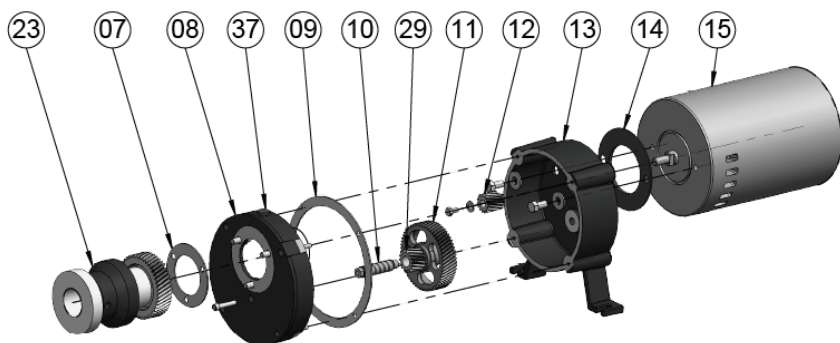

Fig. 2 – Componentes de reposição – Cabeçote com Motor
2. Posicione a *CHAVE LIGA/ DESLIGA* (Fig. 2, nº 36) na posição Liga;